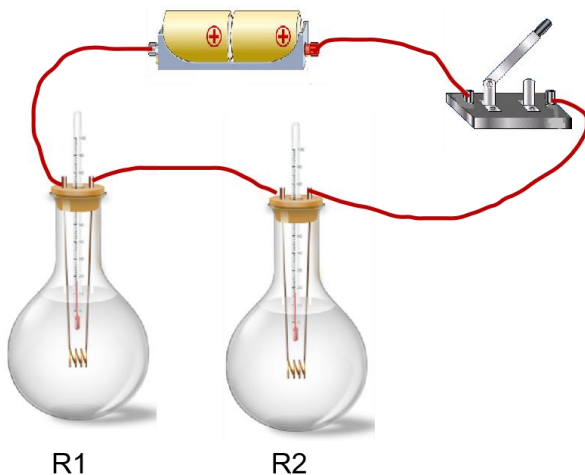

图 15-4-5
要实现电流相同，电阻不同的目的，做法就简单了很多，我们只需将两个不同阻值的电热丝串联起来就行了，如图 15-4-5 所示。
(1) 将电路按图 15-4-5 所示组装好，记录温度计的初始温度。
(2) 闭合开关，一段时间后，分别观察两支温度计的示数并记录在表格中（见表一）。
(3) 串联一个滑动变阻器，移动滑片改变电流，进行多次实验。